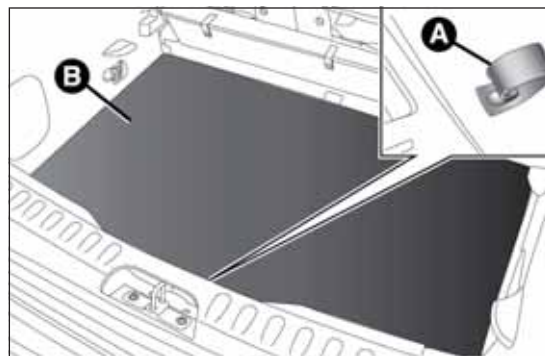

fig. 97
- ☐ tirare la linguetta A fig. 97 e sollevare verso l'alto il tappeto di rivestimento B.